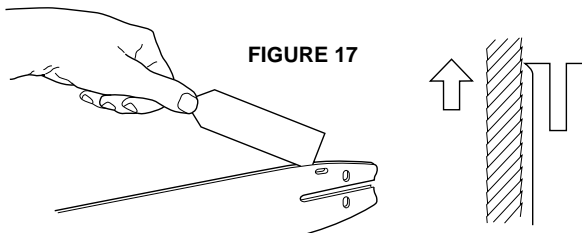

FIGURE 17
1. Nettoyer régulièrement la rainure du guide en ayant soin de dégager sciure et copeaux avec un couteau de vitrier ou un morceau de fil de fer (voir figure 17).